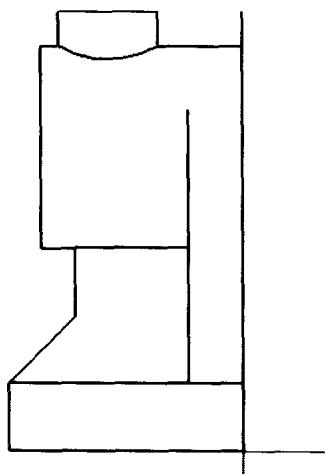

图 1-33
13. 进入二维草图绘制。勾画出草图如图 1-33 所示。注意：两个视图的宽度要相等。